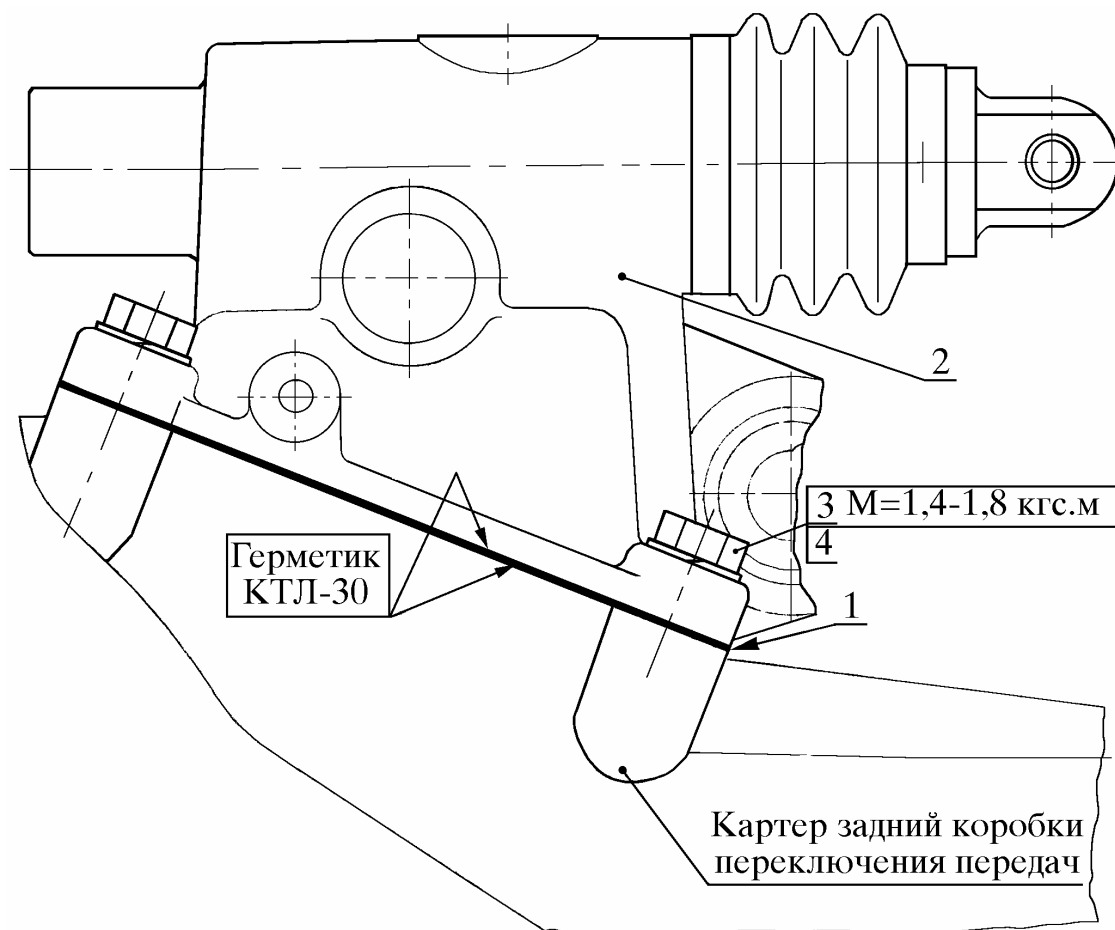

Рис. 15. Установка механизма переключения на коробку передач:
10.1.1. Уложить прокладку 1 (рис. 15) на плоскость заднего картера коробки передач, нанеся с двух сторон герметик (кисть филоночная ГОСТ 10597-87, емкость технологическая)